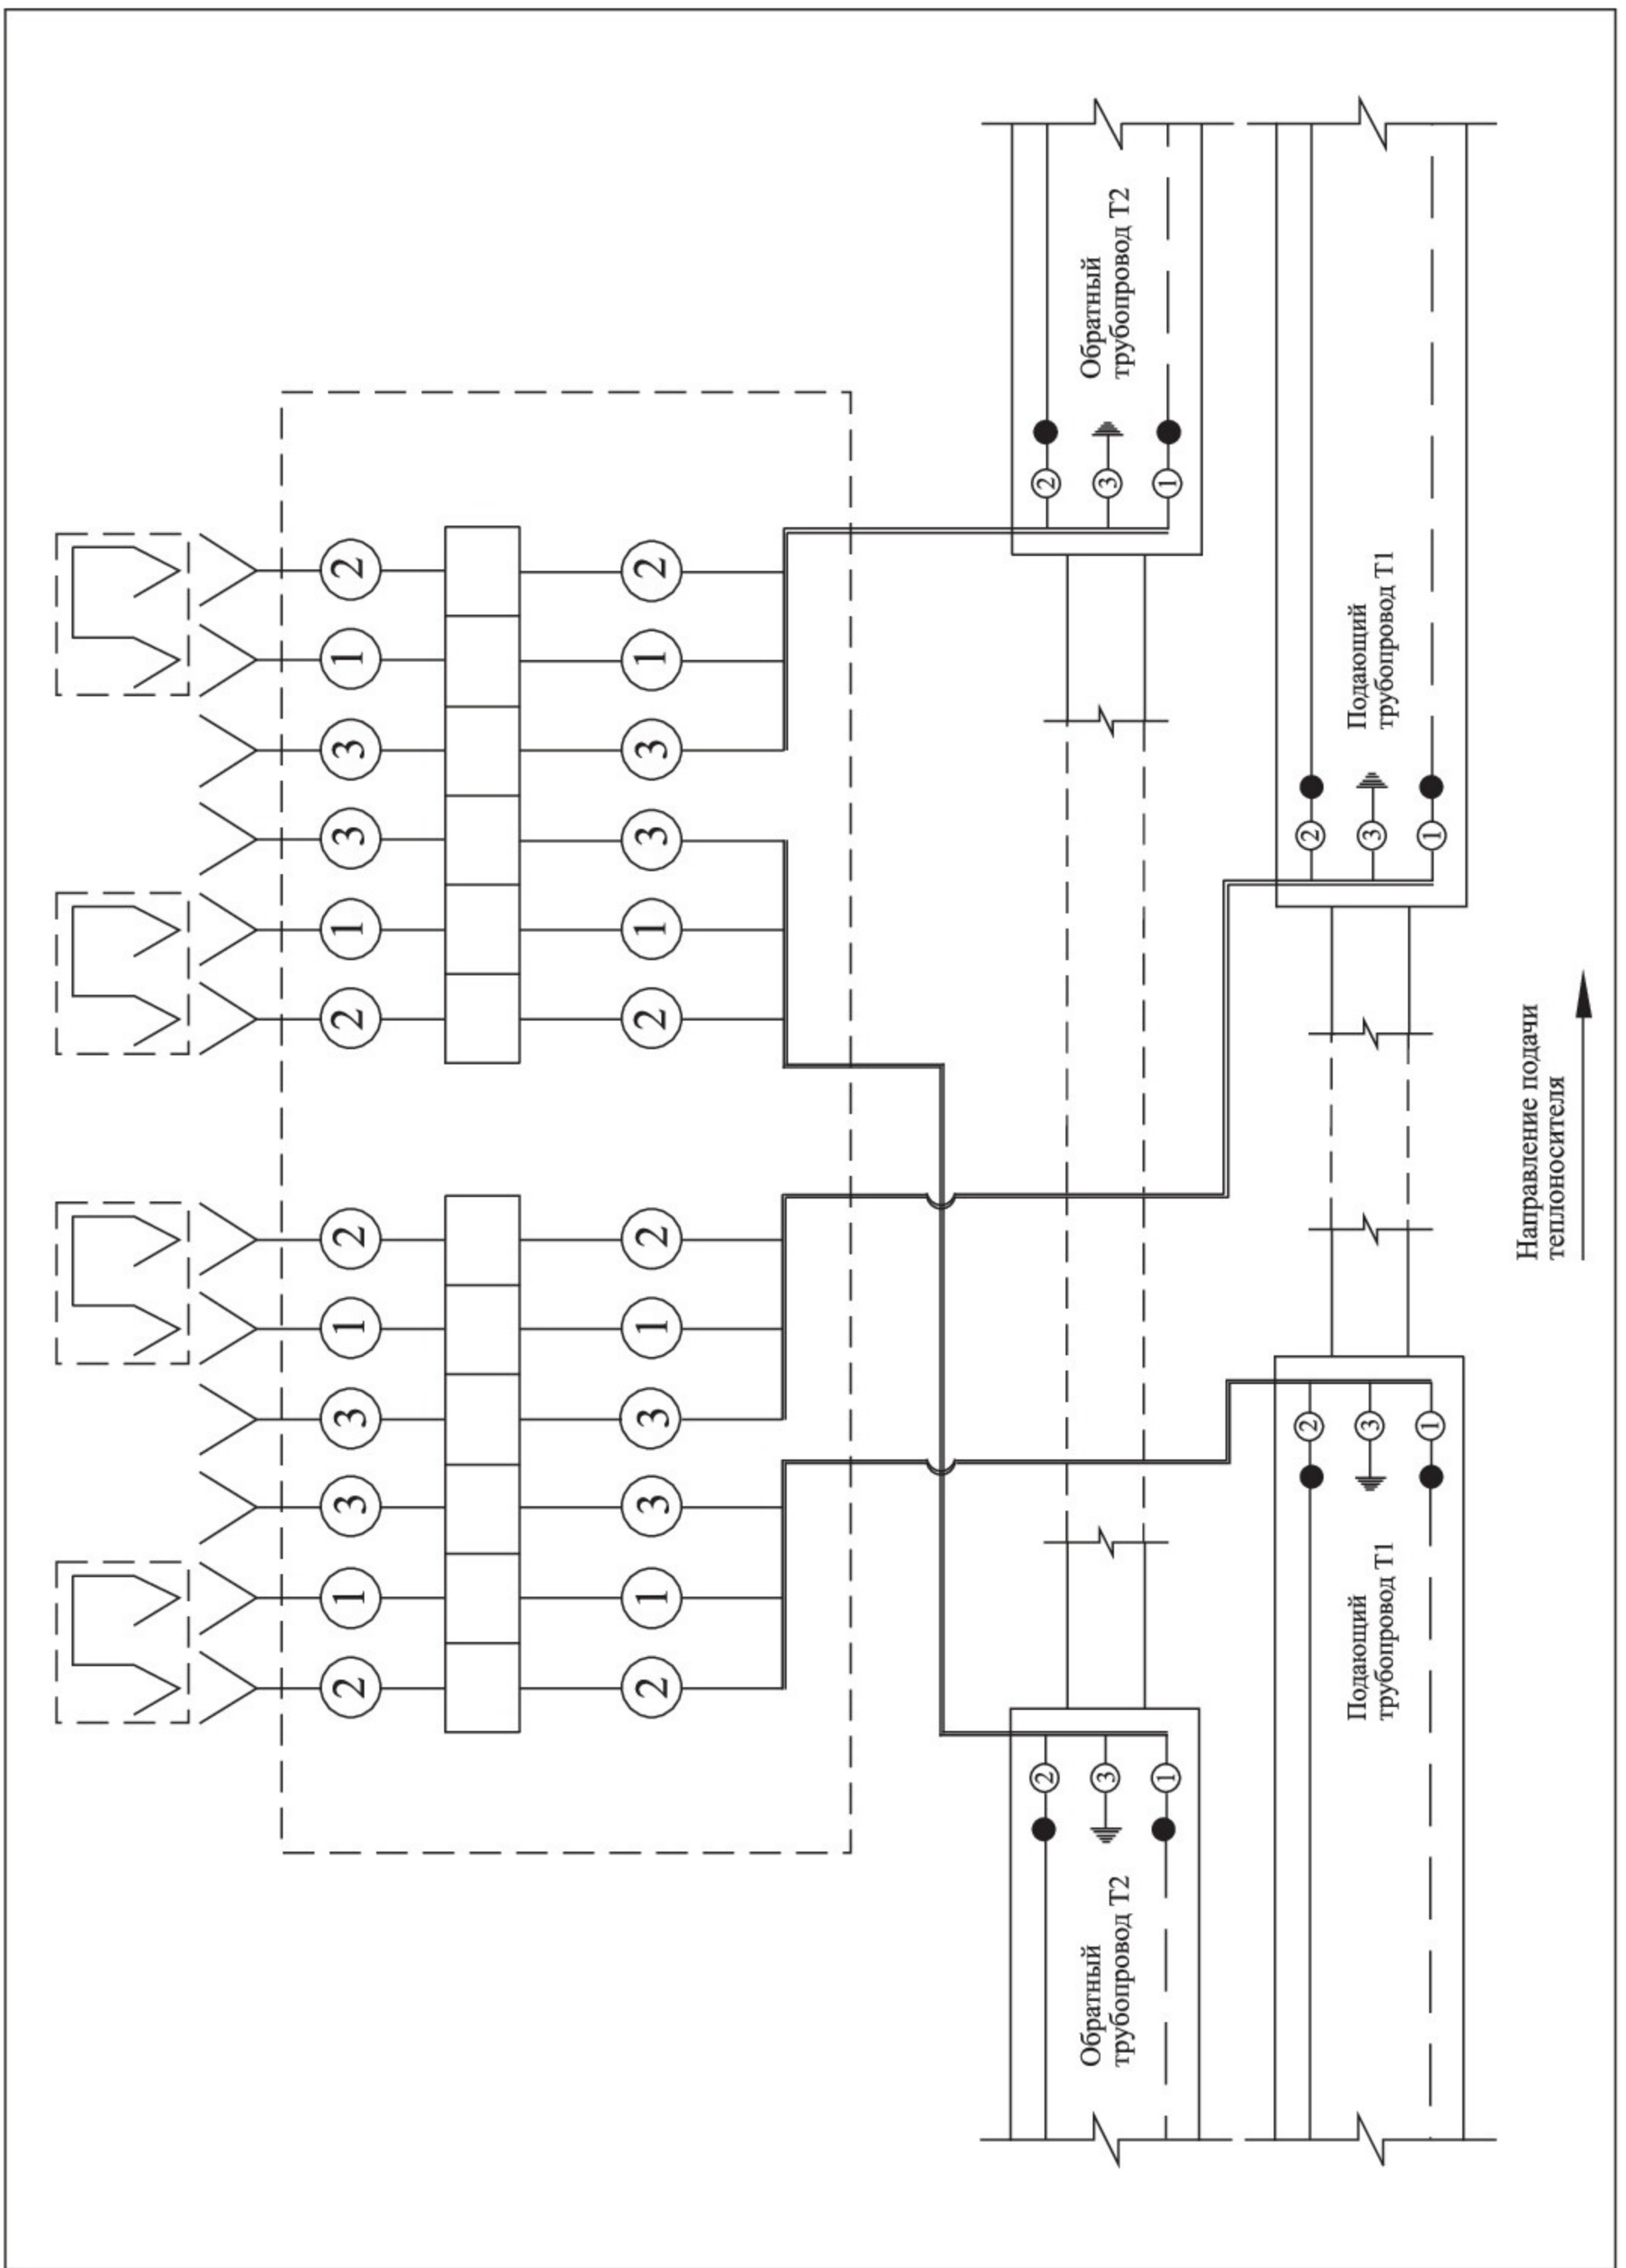

Рис. 9 Разъединение/закольцовка двух независимых двухтрубных систем ОДК
8. Для разъединения (закольцовки) одной двухтрубной системы ОДК на две независимые системы, монтаж проводников внутри терминала осуществлять по электрической схеме – **Рис. 9**.